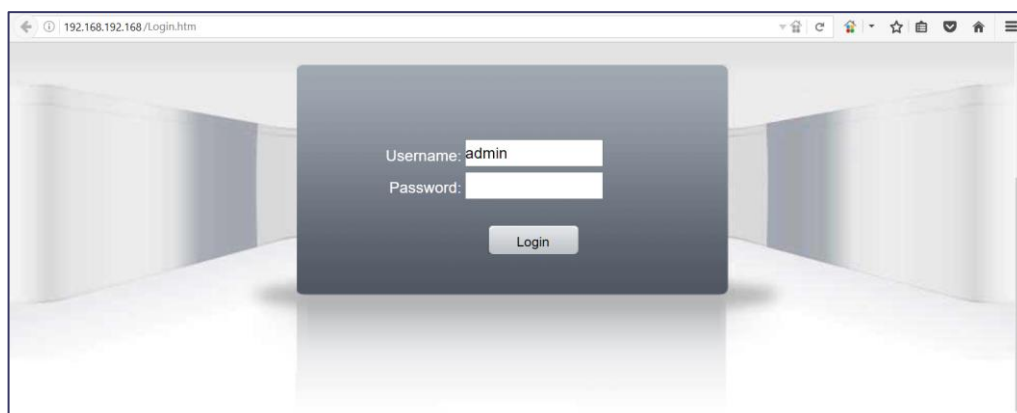

Рисунок 16.5 — Подключение к камере через веб-браузер
- IP-устройство зарегистрировано в программе *Device Manager*. Проверьте изображение, подключившись к устройству через веб-браузер (см. рисунок 16.5).